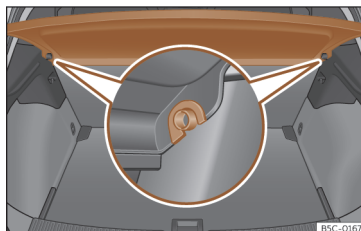

Fig. 180 Na bagageira: desmontar e montar a chapeleira.
- Desencaixe a chapeleira dos suportes laterais >>> **Fig. 180** puxando-a para cima e retire-a.
- Introduza a chapeleira horizontalmente fazendo coincidir a «fechadura» sobre o eixo dos suportes >>> **Fig. 180**, e pressione para baixo até que encaixe.